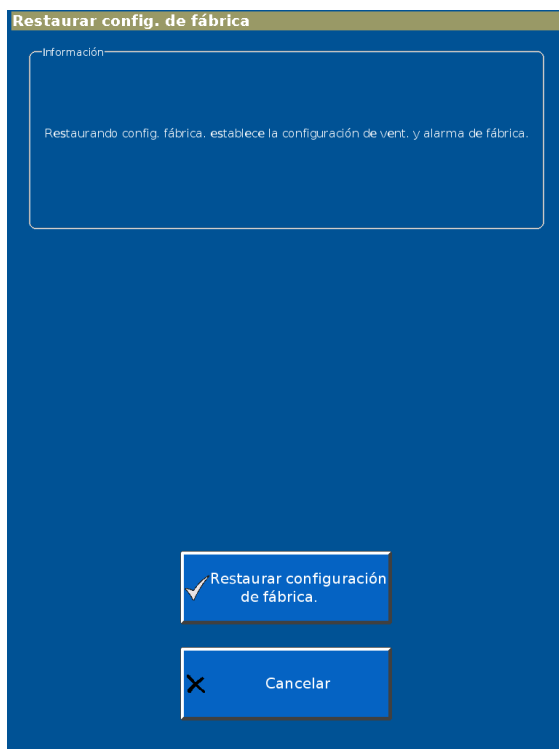

Figura E-7: Restaurar configuración de fábrica
1. En la pantalla **Ajustes del sistema**, seleccione **Restaurar config. de fábrica** para abrir la pantalla **Restaurar config. de fábrica** (Figura E-7).